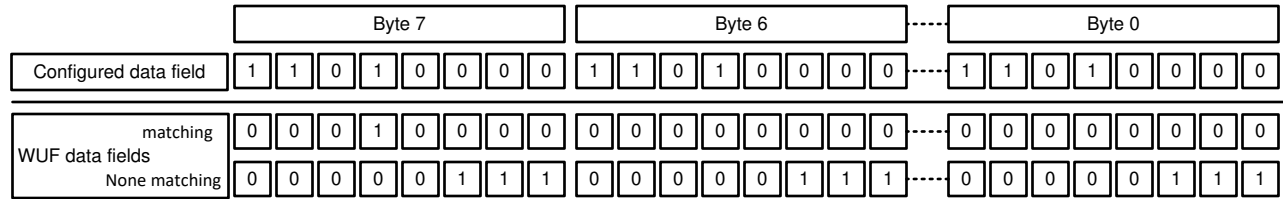

図 8-25. WUF のデータ フィールド検証の例
データ マスク ビットによってデータ マスクが有効化されている場合、受信フレームのデータは設定されたデータと一致している必要があります。具体的には、受信フレームのデータ フィールド内にある論理 High (1) のビットのうち、少なくとも 1 つが設定済みデータのデータ フィールド内の論理 High (1) ビットと一致している必要があります。関連するビット位置は、8'h39 ~ 8'h40 の構成されたデータによって決定され、8'h38[0] のデータ マスク イネーブルによってイネーブルされます。図 8-25 に、マッチングするデータとマッチングしないデータの例を示します